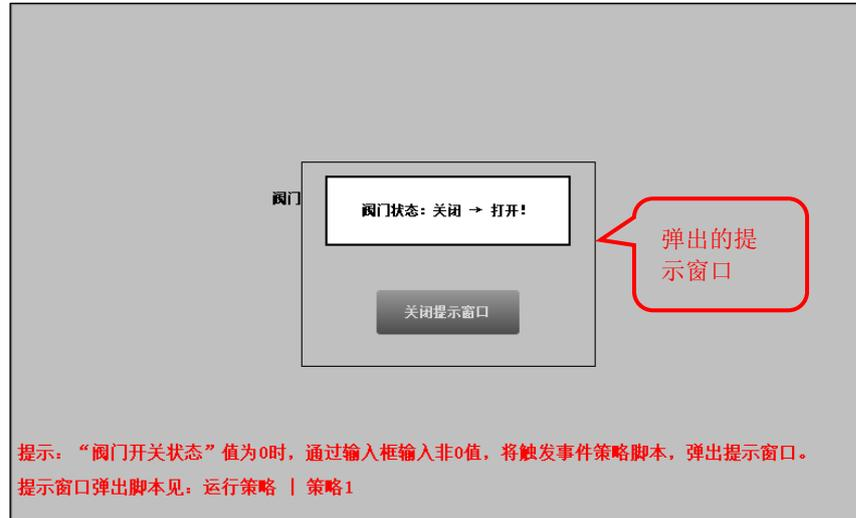

图 2.5-8 提示窗口弹出
- ⑨ 最后在工作台双击启动窗口 **窗口0**，并在【窗口0】添加输入框，关联变量【阀门开关状态】(用于工程运行时演示提示窗口弹出效果)，输入框变量关联方法参考进阶篇章节 2.2.2。
- ⑩ 完成以上步骤，运行工程，通过【窗口0】中的输入框将变量“阀门开关状态”先赋值“0”，再赋值为非0，可触发事件策略“策略1”中组态的脚本“用户窗口.提示窗口.Open()”，打开【提示窗口】，如图 2.5-8 所示：